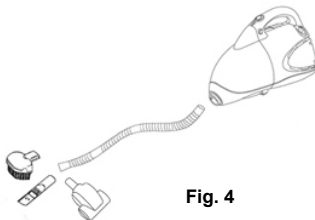

Fig. 4
4. Para usar la manguera flexible, inserte el extremo más pequeño de la manguera en el orificio de succión, luego inserte el accesorio deseado en el otro extremo de la manguera flexible. (Fig. 4)